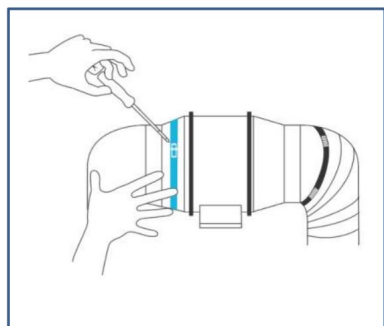

Fig. 11.
1) Om du installerar kanal, köp en lämplig kanal- och kanalklämma och fäst den i båda ändarna av fläkten för att säkerställa tät tätning. Dra slutligen åt luftkanalklämman med en skruvmejsel. Se (Fig.11.)